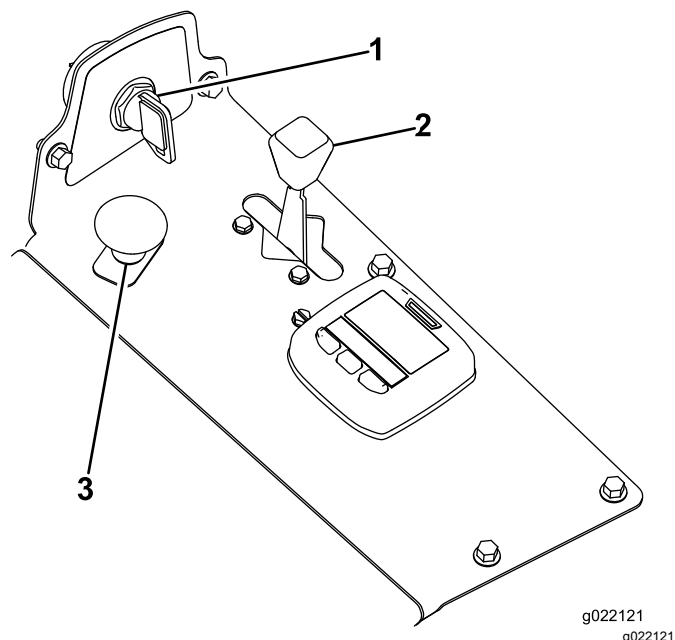

Figura 16
4. Mueva la toma de fuerza (PTO) a la posición Desengranada (Figura 16).